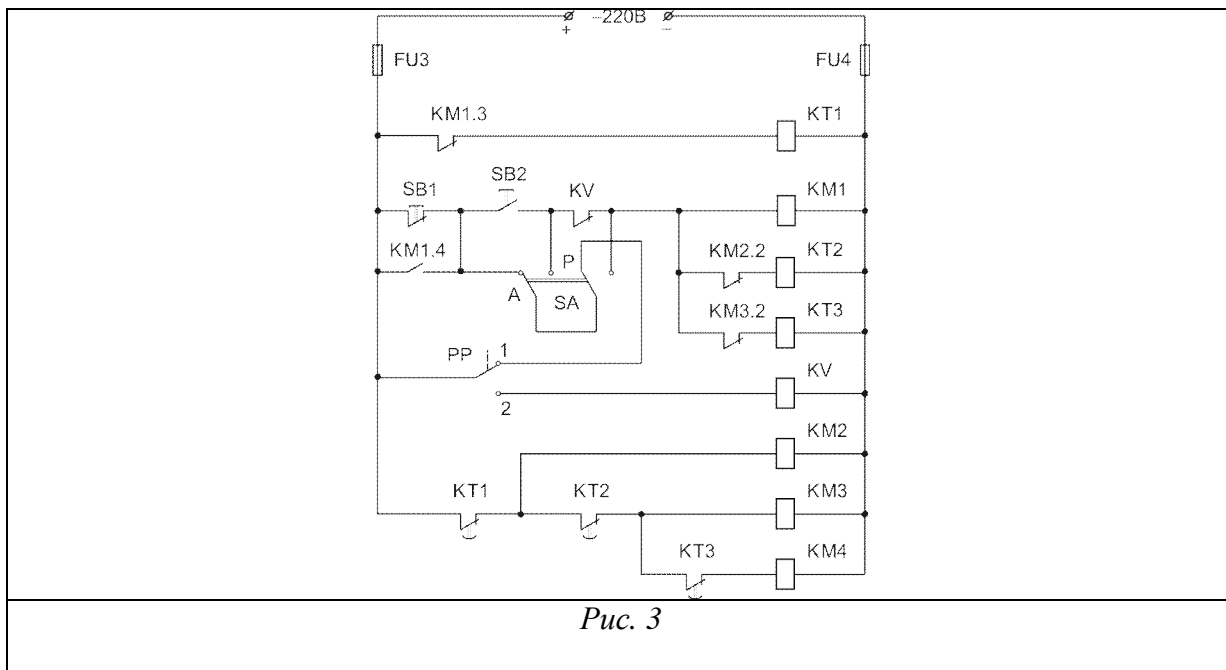

Рис. 3
4. Определить элементы схемы привода компрессора (рис. 3). Объяснить работу схемы, методы поиска неисправностей. Продемонстрировать работу схемы, определить введенную в схему неисправность.